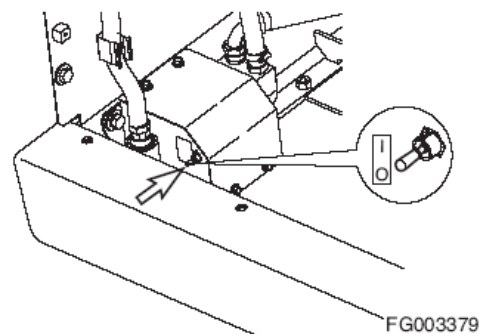

Рис. 135
3. Установить переключатель топливного насоса (рис. 135), расположенного внутри коробки для батареи в положение "I" (включено).